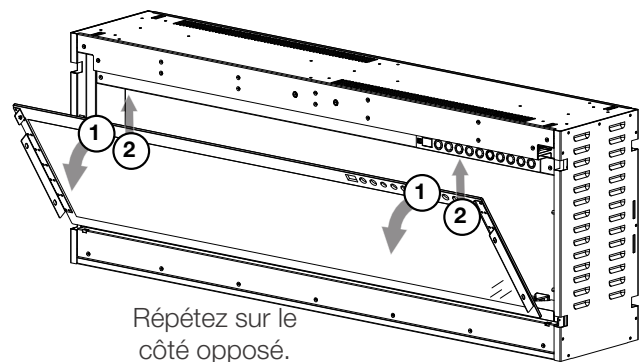

Fig. 4-4
- Demandez à 2 personnes de soulever le verre avant vers le haut puis vers l'extérieur en le pivotant loin des panneaux latéraux (**Fig. 4-4**). Placez le verre avant face vers le bas sur une surface douce et non-abrasive.